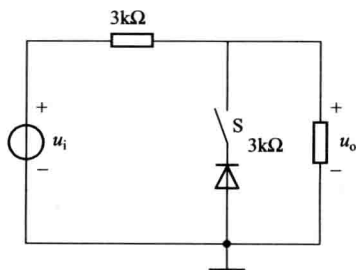

图 1-15 题 1.5 图
1.5 在图 1-15 所示电路中, 设 $u_i = (8\sin\omega t)V$, 且二极管具有理想特性, 当开关 S 闭合和断开时, 试对应画出 u_o 波形。(16 分)